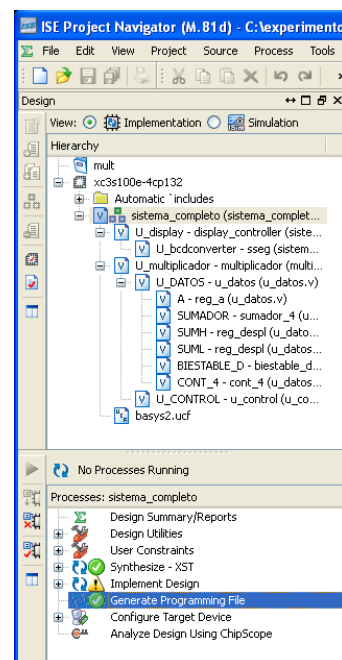

Figura 11. Implementación
1. Cambiar el proyecto ISE de la vista de simulación a la vista de implementación (fíjese en la figura 11)
3. La implementación se realiza seleccionando el módulo *sistema_completo* en el árbol de proyecto. Debe seleccionar la opción **Generate Programming File** (figura 11) y seguir los siguientes pasos:
- 3.3. Pulsando dos veces el botón izquierdo del ratón sobre **Generate Programming File** se ejecuta el proceso completo y se genera el fichero de programación. Tal y como se muestra en la figura 11, si el proceso ha terminado con éxito aparecerá un indicador verde, en caso contrario un aspa rojo indicando la existencia de errores. En caso de existir errores debe corregirlos y repetir el proceso.